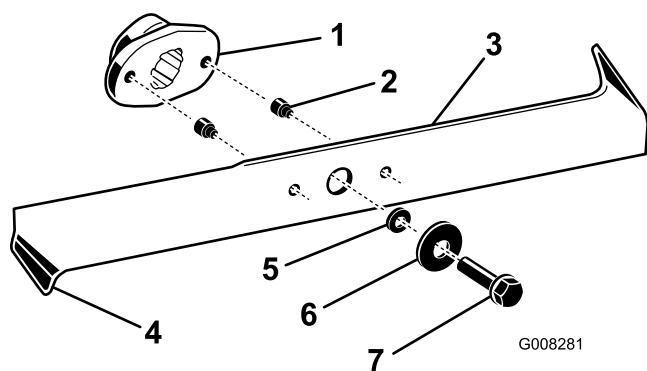

Figure 41
2. Examinez le tranchant des lames (Figure 41). S'ils sont émoussés ou présentent des indentations, déposez et affûtez les lames ; voir Affûtage des lames \(page 33\).
3. Inspectez les lames, surtout les bords recourbés (Figure 41). Si vous remarquez que les lames sont usées ou endommagées à ces endroits, remplacez-les immédiatement.
4. Si les goupilles de cisaillement sont cassées, remplacez-les immédiatement (Figure 41).
3. Enlevez les boulons, les rondelles et les lames (Figure 41). Pour enlever le boulon, bloquez éventuellement la lame en introduisant une cale en bois entre la lame et le carter de tondeuse.
1. Montez les lames, les rondelles et les boulons de fixation (Figure 41).